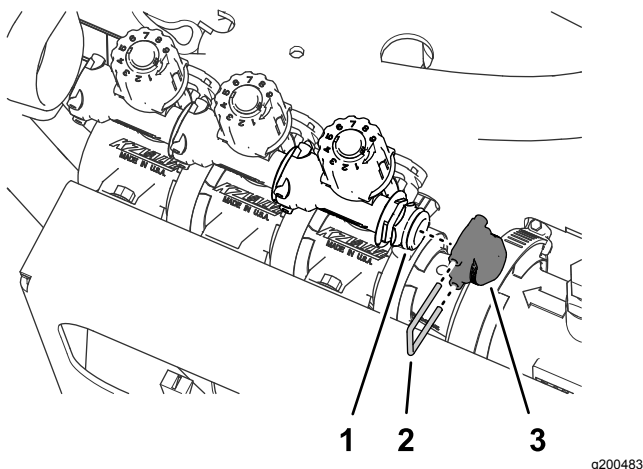

図 63
3. バイパスマニホールドのクイックディスコネクトフィッティングにキャップを固定しているリテーナを外す 図 63。